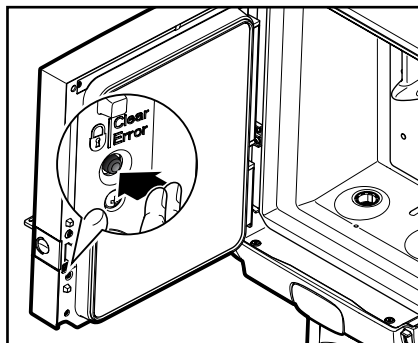

Fig. 22
2. Trykk LÅS/Slett-feil-bryter for å blokkere tapping av drikkevarer. (Fig. 22)
3. Lås opp automaten ved å trykke LÅS/Slett-feil-bryteren igjen for å kunne tappe drikkevarer. (Fig. 22)